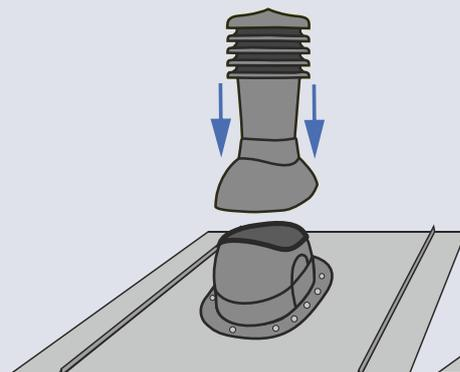

Рис.6
7. Установите трубу и отрегулируйте вертикальное положение по пузырьковым уровням (рис.6).